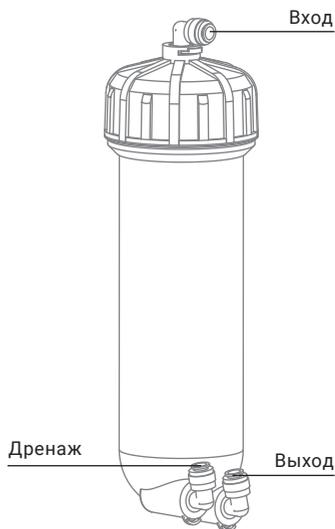

Рис. 18
7. Подключите трубки к корпусу мембраны (см. раздел «Присоединение трубок» (стр. 10)), соблюдая последовательность их подключения к корпусу (вход/выход/дренаж) (рис. 18). Каждую стопорную клипсу зафиксируйте на цанге, с которой она была снята. Проверьте все соединения на герметичность.